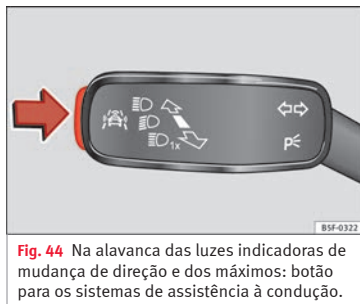

Fig. 44 Na alavanca das luzes indicadoras de mudança de direção e dos máximos: botão para os sistemas de assistência à condução.
- Pressione brevemente o botão » **Fig. 44** na direção da seta para abrir o menu **Assistentes**.